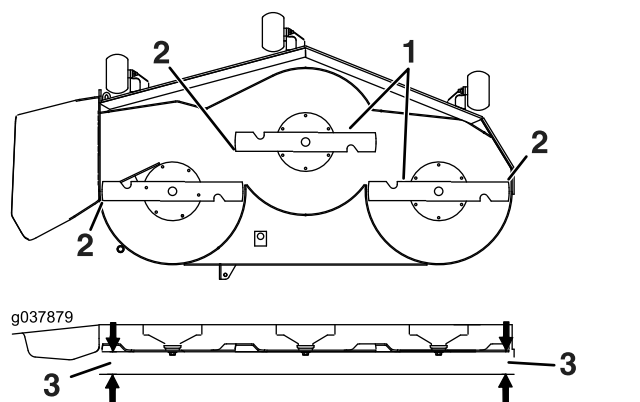

Figura 104
6. Mida entre la punta de la cuchilla y la superficie plana (Figura 104). Si ambas mediciones no están dentro de los 5 mm (3/16"), ajuste la nivelación; siga con este procedimiento.
14. Gire cuidadosamente las cuchillas colocándolas perpendicularmente al sentido de avance de la máquina (Figura 104).